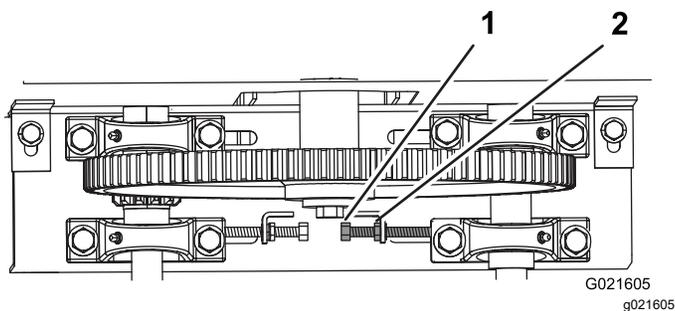

**Figure 42**
2. Desserrez les écrous et boulons qui fixent les paliers à la poulie de tension (Figure 42).